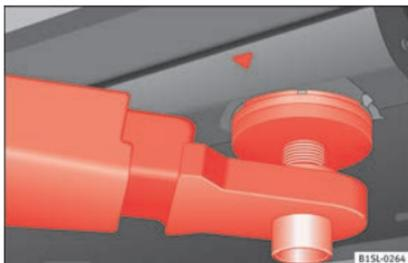
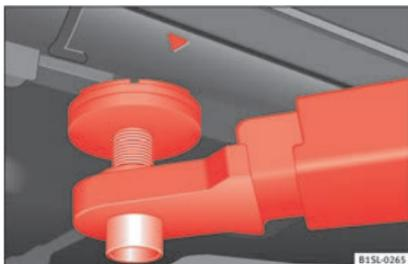

Fig. 232 Pontos de apoio dianteiros para elevar o veículo com a plataforma elevatória ou com o macaco.
Fig. 233 Pontos de apoio traseiros para elevar o veículo com a plataforma elevatória ou com o macaco.
Para levantar o veículo deverá utilizar exclusivamente os pontos indicados nas figuras » **Fig. 232** e » **Fig. 233**. Caso não se eleve o
- Elevar o veículo utilizando exclusivamente os pontos indicados nas figuras » **Fig. 232** e » **Fig. 233**. Se não se elevar o veículo pelos pontos indicados, este poderá cair da plataforma elevatória ao ser desmontado, por exemplo, o motor ou a caixa de velocidades.